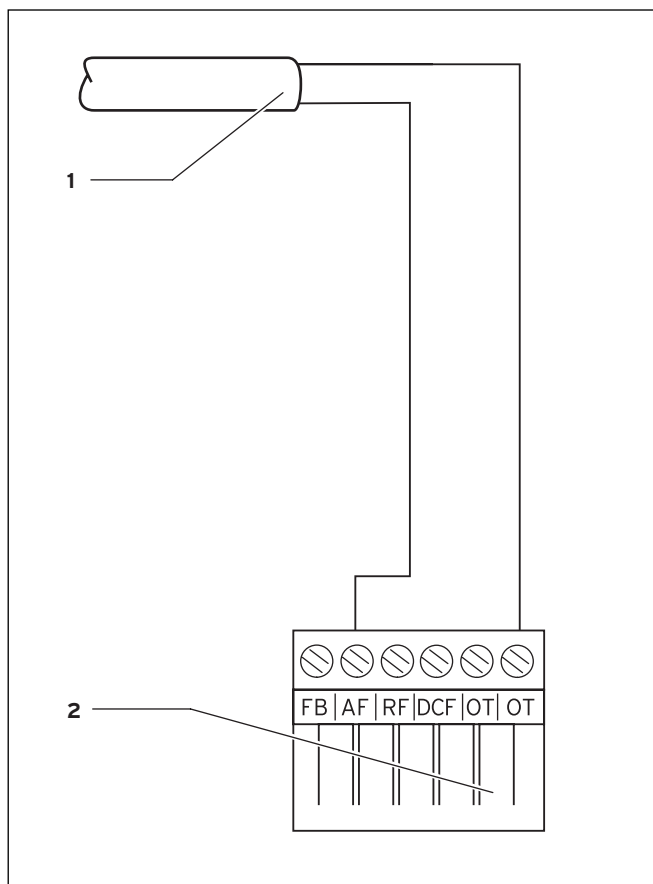

Abb. 5.2 Elektrischer Anschluss des Außenfühlers VRC 693
- ⇒ Schließen Sie das Anschlusskabel an den 6-poligen Randstecker entsprechend Abb. 5.2 an.